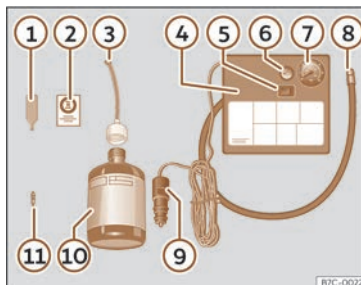

Fig. 38 Representació estàndard: contingut del joc antipunxades.
>>> **fig. 38:**
>>> **fig. 38** ① per extreure l'obús. Poseu-lo en una superfície neta.
- Sacsegeu amb força l'ampolla de segellador de pneumàtics >>> **fig. 38** ⑩.
- Enrosqueu el tub d'inflament >>> **fig. 38** ③ a l'ampolla de segellador. El precinte de l'ampolla es trencarà automàticament.
- Traieu el tap del tub d'ompliment»» **fig. 38 ③** i caragoleu l'extrem obert del tub a la vàlvula del pneumàtic.
- Torneu a posar l'obús amb l'aparell »» **fig. 38 ①** a la vàlvula del pneumàtic.
- Enrosqueu el tub d'inflament del pneumàtic del compressor»» **fig. 38 ⑧** a la vàlvula del pneumàtic.
- Comproveu que el caragol d'evacuació d'aire està tancat»» **fig. 38 ⑥**.
- Fixeu el connector»» **fig. 38 ⑨** a la presa de corrent de 12 volts del vehicle »» pàg. 160.
- Connecteu el compressor d'aire amb commutador ON/OFF»» **fig. 38 ⑤**.
- Enganxeu l'adhesiu»» **fig. 38 ②** al quadre d'instruments, dins del camp visual del conductor.
Torneu a enroscar el tub d'inflament »» **fig. 38 ⑤** i comproveu la pressió en el manòmetre **⑥**.